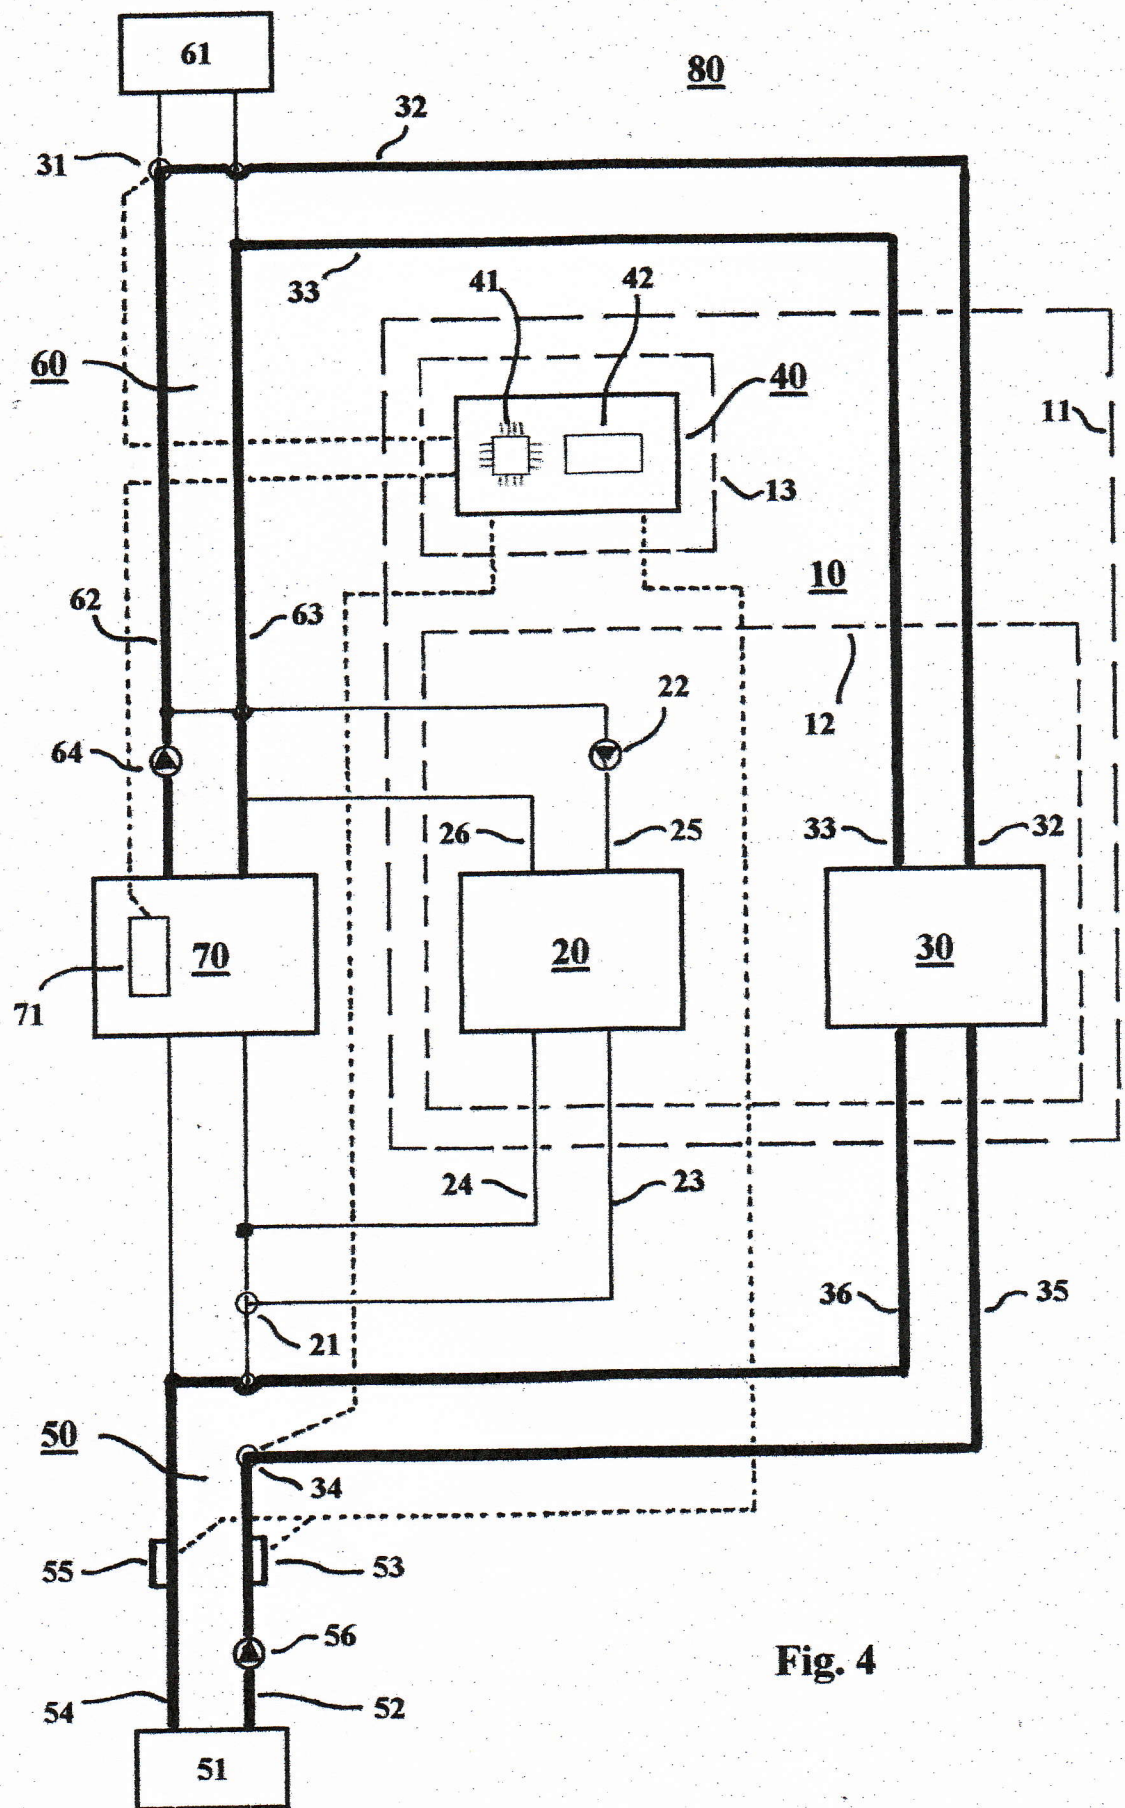

Fig. 4
2. Schema der Wärmepumpenanlage (Fig. 4) mit Bezugszeichenliste zur Übertragung der Anergie nach dem Start der Wärmepumpe